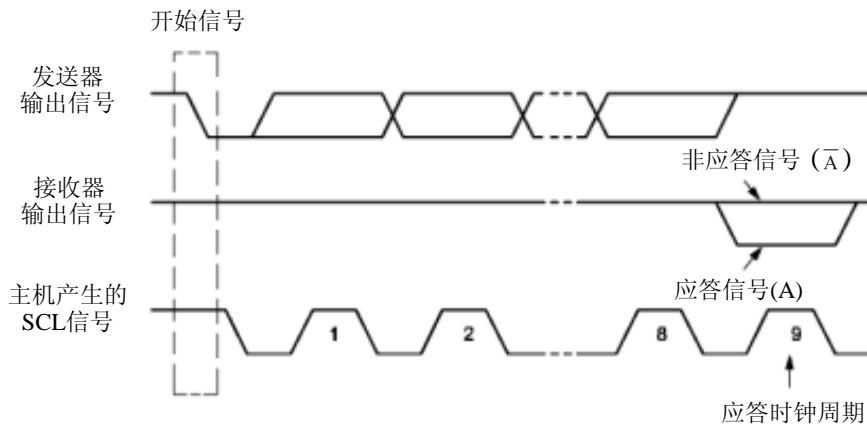

Figure 16-5 IIC 总线的应答信号
重新开始信号 (Repeated START): 在 IIC 总线上，由主机发送一个开始信号启动一次通信后，在首次发送停止信号之前，主机通过发送重新开始信号，可以转换与当前从机的通信模式，或是切换到与另一个从机通信。如 Figure16-5 所示，当 SCL 为高电平时，SDA 由高电平向低电平跳变，产生重新开始信号，它的本质就是一个开始信号。
应答信号 (A): 接收数据的 IIC 在接收到 8 位数据后，向发送数据的 IC 发出的特定的低电平脉冲。每一个数据字节后面都要跟一位应答信号，表示已收到数据。应答信号在第 9 个时钟周期出现，这时发送器必须在这一时钟位上释放数据线，由接收设备拉低 SDA 电平来产生应答信号，由接收设备保持 SDA 的高电平来产生非应答信号 (A[¯])，如 Figure16-5 所示。所以，一个完整的字节数据传输需要 9 个时钟脉冲。如果从机作为接收方向主机发送非应答信号，这样，主机方就认为此次数据传输失败；如果是主机作为接收方，在从机发送器发送完一个字节数据后，发送了非应答信号，从机就认为数据传输结束，并释放 SDA 线。不论是以上哪种情况都会终止数据传输，这时，主机或是产生停止信号释放总线，或是产生重新开始信号，开始一次新的通信。开始信号、重新开始信号和停止信号都是由主控制器产生，应答信号由接收器产生，总线上带有 IIC 总线接口的器件很容易检测到这些信号。